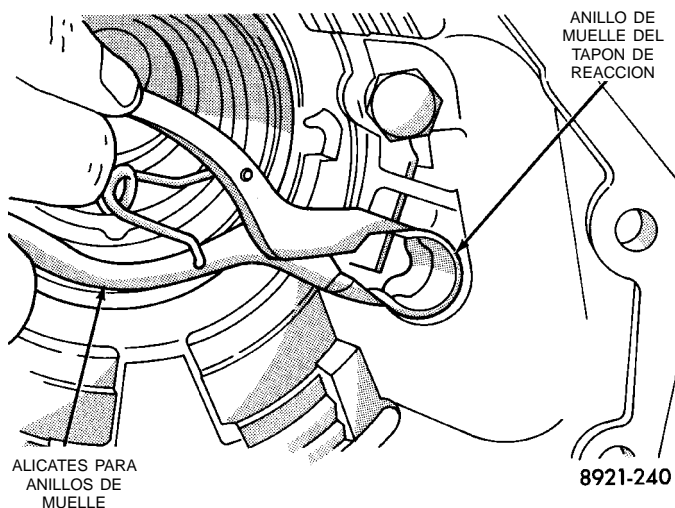

Fig. 245 Instalación del tapón de reacción y el anillo de muelle
(4) Instale el anillo de muelle del tapón de reacción (Fig. 245). **Comprima el anillo de muelle únicamente lo suficiente para la instalación; no lo deforme.**
(5) Instale una junta nueva en la caja de transmisión. En la caja de transmisión 4x4, utilice el Mango C-4171 y el Instalador C-3860-A para asentar la junta en la caja. En la caja de transmisión de 4x2, use el mismo Mango C-4171 y el Instalador C-3995-A para asentar la junta en la caja.